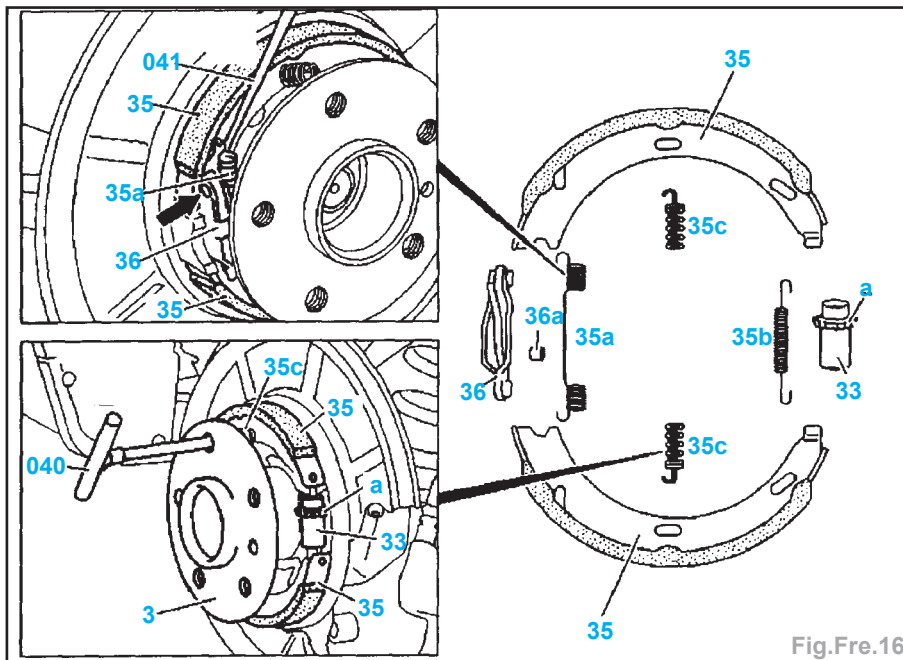

Fig.Fre.16
- Décrocher le ressort de rappel (35a) avec l'outil (041) (Fig.Fre.16).
- Décrocher les ressorts (35c) avec l'outil (040).
- Déposer les segments de frein (35) par dessus le moyeu de roue.
- Déposer le levier d'écartement (36).
- Enduire toutes les portées, les surfaces de glissement sur le levier d'écartement de même que le filetage de la pièce (33) et la partie cylindrique de la molette (a) d'une couche de graisse longue durée.